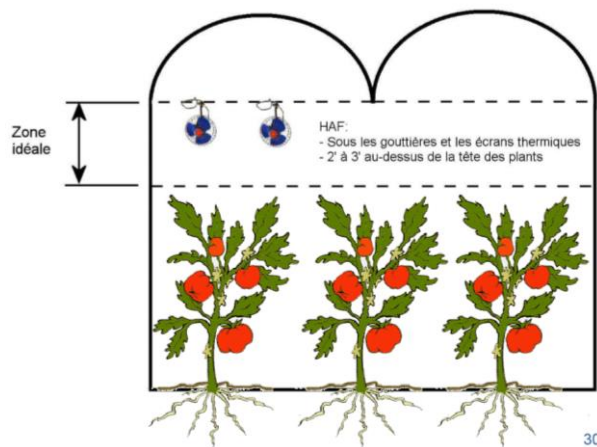

Figure 7.1 Installation en hauteur des HAF (tiré de Girouard, 2004)
- Hauteur : De manière générale, les HAF devraient se situer au milieu de la masse à laquelle les ventilateurs ajoutent de l'énergie. La figure 7.1 représente la zone idéale dans laquelle le HAF devrait se situer par rapport à la tête du plan. Évidemment, les HAF devraient toujours se situer sous les écrans thermiques.